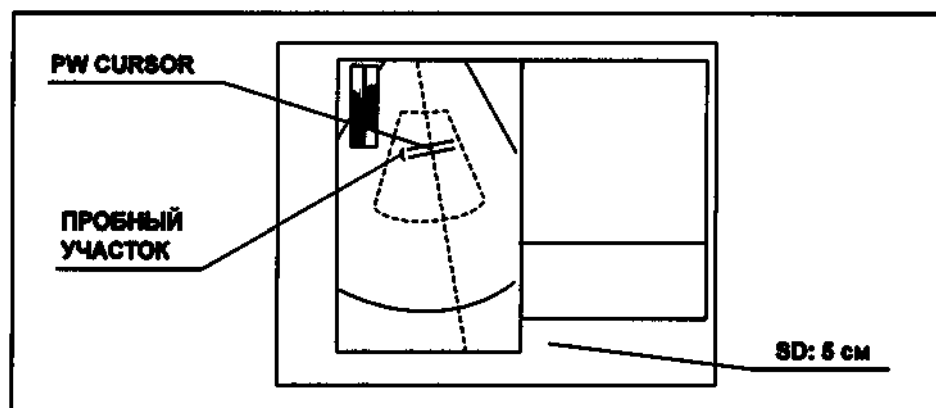

Рисунок 7.120
- В окне исследования отображается значение глубины расположения пробного участка (SD). (см. рис. 7.120)